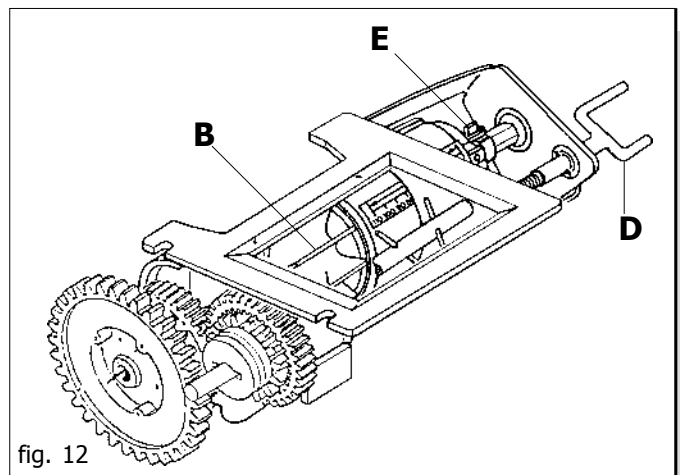
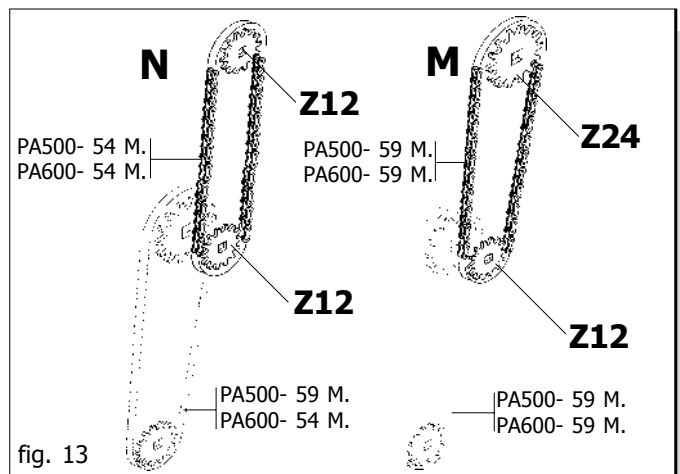
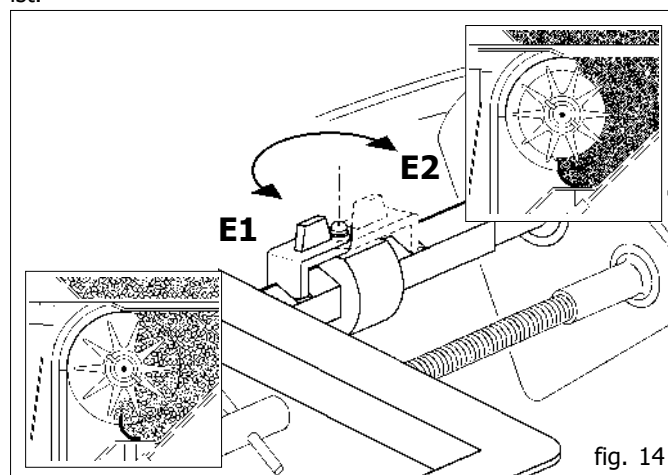

fig. 12
fig. 13
fig. 14
Der Dosierer (Abb. 12) ist die wichtigste Vorrichtung für den Betrieb der Sämaschine und ist unter dem Saatgutbehälter angebracht. Er wird mittels Zahnrädern (deren Verhältnis proportional zur Arbeitsbreite ist) und Ketten vom Treibrad angetrieben. Das Schaltgetriebe kann je nach Art des Saatguts mit zwei Übersetzungsverhältnissen (Abb. 13) arbeiten.
Die Sperrfeder (E Abb. 12) ermöglicht es, den Öffnungsbereich des Schiebers und gleichzeitig den Durchsatz der Dosierrolle zu verändern. Die Stellung "E1" (Abb. 14) ermöglicht das Öffnen des Schiebers auf der Gradskala von 0 bis 110 und mit maximaler Säleistung der Dosierrolle. Die Stellung "E2" ermöglicht dagegen das Öffnen des Schiebers von 0 bis 25 mit reduzierter Säleistung der Dosierrolle. Es ist wichtig darauf hinzuweisen, daß der Schieber immer vollständig geschlossen werden muß (auf 0 der Gradskala stellen), um die Position der Sperrfeder (E) umzukehren.